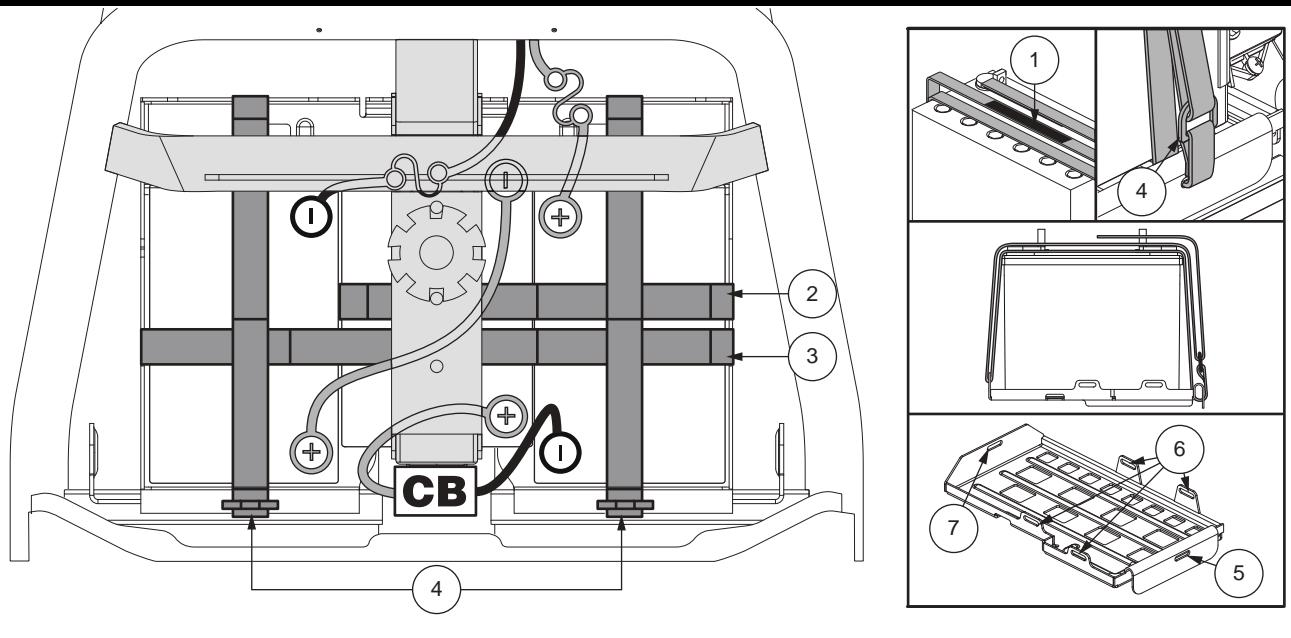

Figura 14. Fissaggio della batteria
*N.B.: Utilizzare le cinghie in dotazione per fissare le batterie nei rispettivi alloggiamenti. Per la corretta procedura di installazione e fissaggio delle batterie fare riferimento alla **figura 14.***